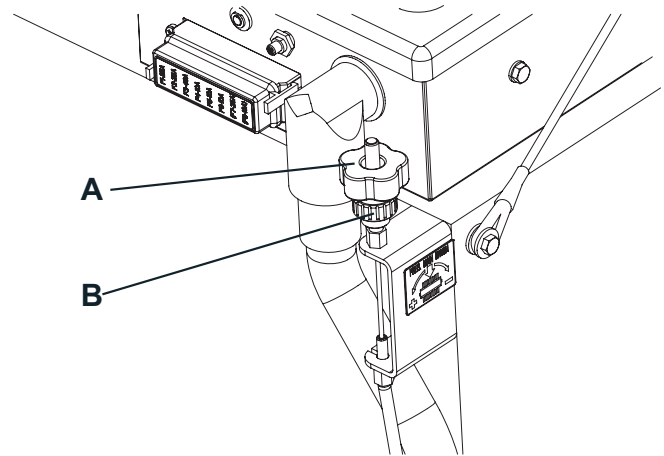

Figure 2
2. Activer le frein de stationnement à l'aide de la pédale (3) et du levier (4).
3. Tourner la clé de contact (82) sur "0".
4. Ouvrir le coffre (7).
5. Desserrer le pommeau (A, Fig. 2) sur le côté gauche de la machine.
6. Tourner le pommeau (B, Fig. 2), en considérant que :